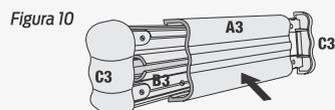

Figura 10
**5** Para concluir la instalación presione el perfil protector de pared (A3) contra la base de fijación (B3), que ya está con los terminales fijos (C3), conforme figura 10.